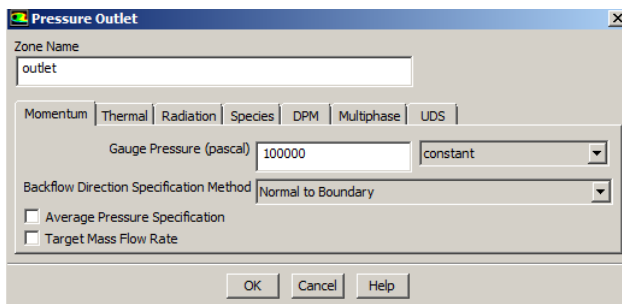

Рис. 33 – Настройка граничного условия выхода
**Шаг 3.** Аналогично нужно настроить граничное условие выхода (*outlet*) (рис. 33):